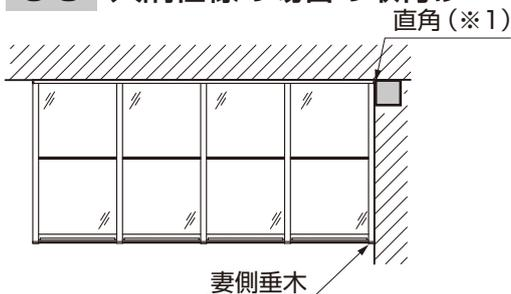
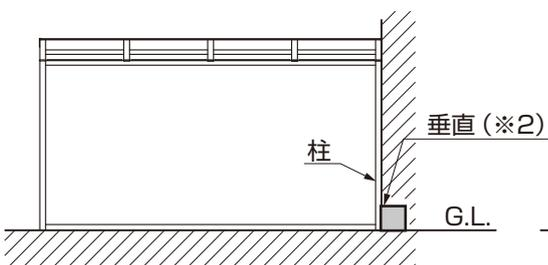

図6-13 上面図
図6-14 正面図
- 躯体外壁の直角度 (※1)、垂直度 (※2) に狂いが生じている場合は、取付けることができませんので、修正してください。修正時の部材については、現場で手配してください。(図6-13、図6-14参照)